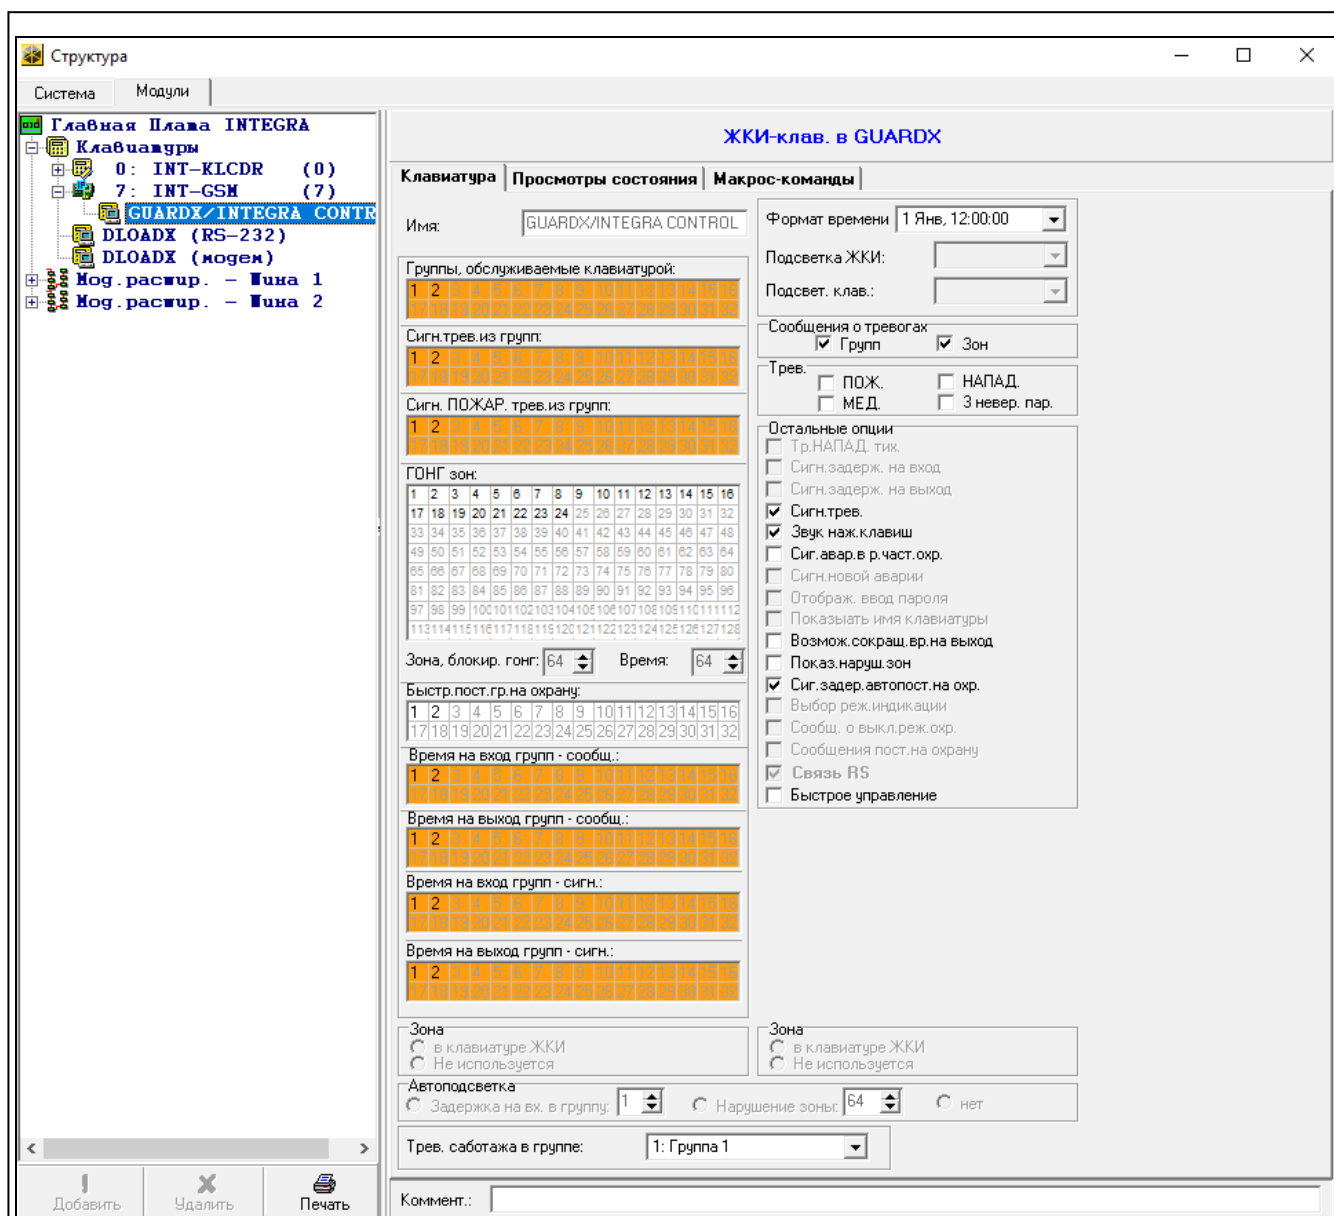

Рис. 17. ПО DLOADX: параметры и опции виртуальной клавиатуры, доступной в ПО GUARDX или на мобильном устройстве.
- ПО DLOADX: окно «Структура» → закладка «Модули» → ветка «Клавиатуры» → [название модуля] → ветка «GUARDX/INTEGRA CONTROL» (рис. 17),